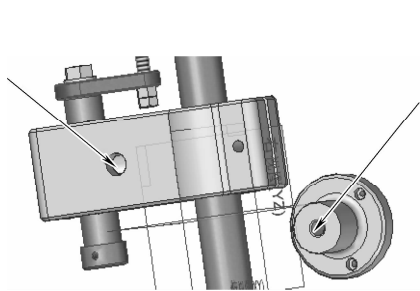
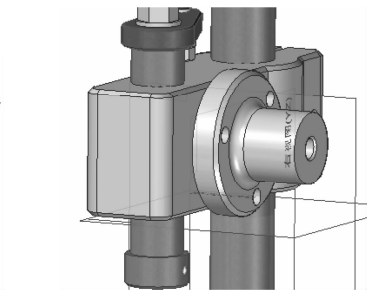

图 8-214 选取配合面
图 8-215 轴对齐装配
(5) 在上方的【装配】命令条中选择【解除锁定旋转】按钮，单击如图 8-214 所示的位置进行【轴对齐】装配，装配后如图 8-215 所示。